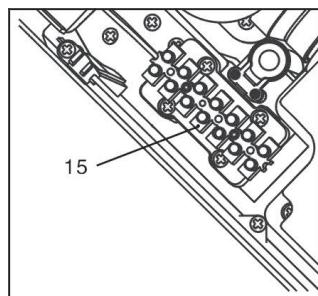

Abb.4
7. Schließen Sie das Netzkabel wie angegeben an den Klemmenblock an (siehe Abb. 4).